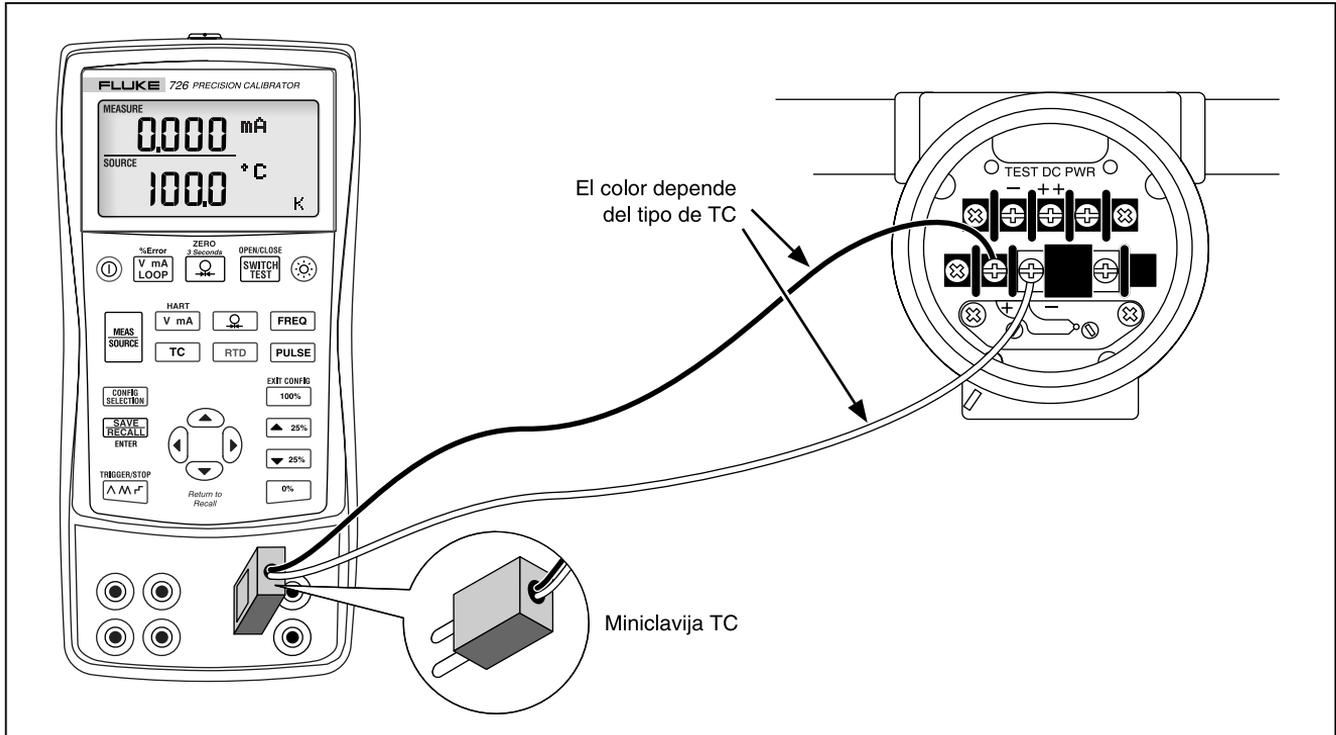

Figura 16. Conexiones para simular un termopar
La figura 16 muestra esta conexión. Para simular un termopar, proceda como sigue:
1. Conecte los conductores del termopar a la miniclavija TC apropiada y luego a la entrada/salida TC tal como se muestra en la figura 16.